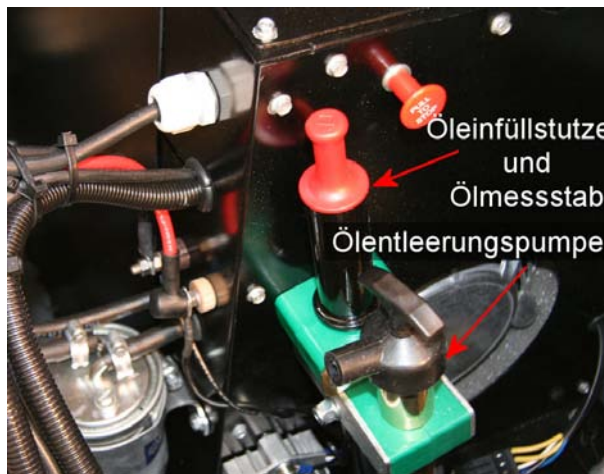

Bild 2-1 Öleinfüllstutzen/Messstab und Pumpe
4. Ziehen Sie den Messstab heraus (Bild 2-1). Warten Sie bis sich der Ölstand gesetzt hat.
4. Nehmen Sie die Kappe des Öleinfüllstutzens/Messstab ab (*Bild 2-1*).